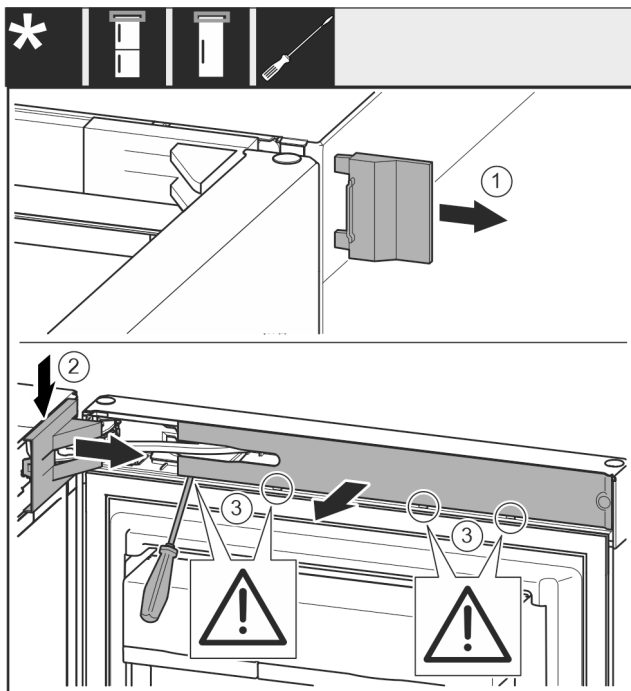

Fig. 8
► Vegye le a külső fedelet. Fig. 8 (1)
► Pattintsa ki és oldja ki a csapágybak fedelét. Vegye le a csapágybak fedelét. Fig. 8 (2)
► Pattintsa ki a takarólemezt lapos csavarhúzóval, és fordítsa oldalra. Fig. 8 (3)